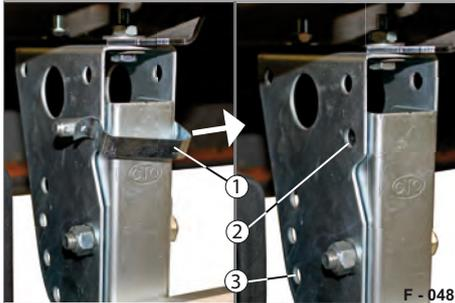

Abb. 73 Entriegeln
- ▶ Feststellbolzen (Abb. 73/1) - auf beiden Seiten der SSE - aus der oberen Lochung herausziehen.
- ▶ Feststellbolzen (Abb. 73/1) auf beiden Seiten der SSE in die jeweils gleiche Lochung des Verstellrasters (Abb. 73/3) einschieben. SSE (Abb. 69/1) ist vor dem Abklappen gesichert.
- ▶ SSE (Abb. 69/1) leicht anheben und Feststellbolzen (Abb. 73/1) beidseitig herausziehen.
- ▶ Feststellbolzen (Abb. 73/1) beidseitig einstecken. Darauf achten, dass die Feststellbolzen durch das Federblech gesichert sind.